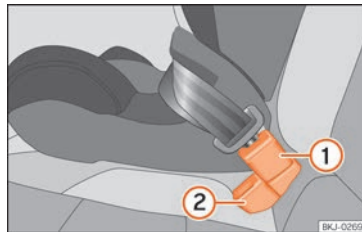

Fig. 40 Poziția cataramii centurii pe banchetă
- ① Catarama centurii scaunului din mijloc
- ② Catarama centurii scaunului din lateral
- Treceți catarama centurii de siguranță a scaunului din mijloc >>> **fig. 40 ①** prin spatele cataramii centurii de siguranță a scaunului lateral >>> **fig. 40 ②**.
- Cuplați centura de siguranță a scaunului din mijloc în catarama acesteia >>> **fig. 40 ①** și asigurați-vă că se fixează cu un clic pe poziție.
- Pentru ca centurile de siguranță să fie cuplate corespunzător, cataramele nu trebuie să fie răsucite >>> **fig. 40**.